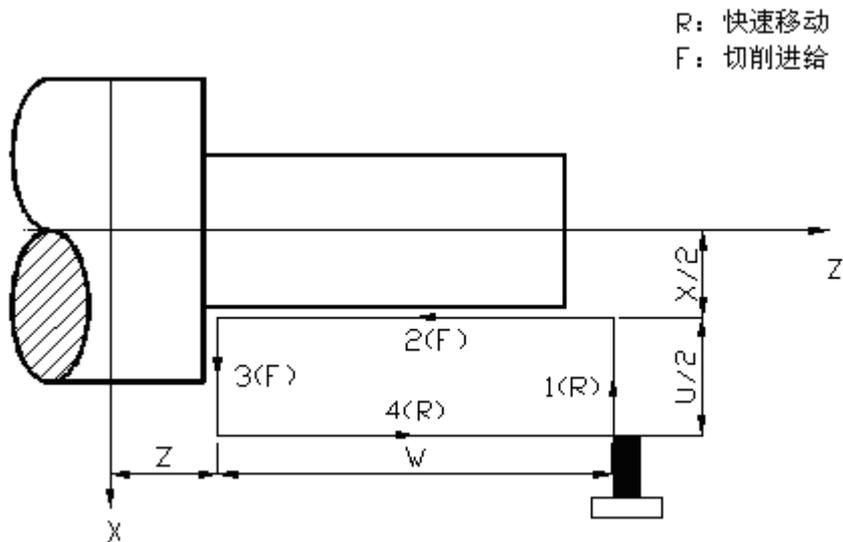
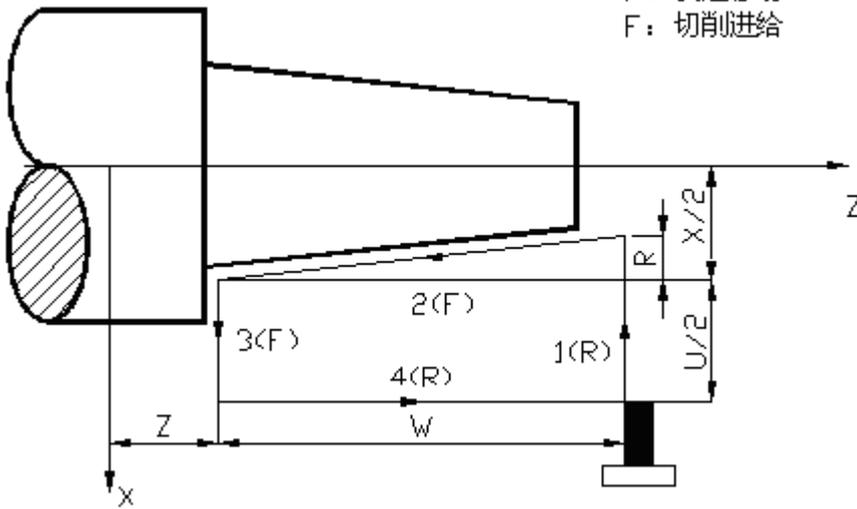

图 3.36
图 3.37
- 2) R: 切削起点与切削终点X轴绝对坐标的差值(半径值), 带方向, 当R与U的符号不一致时, 要求 $|R| \leq |U/2|$; R=0或缺省输入时, 进行圆柱切削, 如图3.36所示, 否则进行圆锥切削, 如图3.37所示; 取值范围及单位见3.1.2节表3-2。
- 3) G90指令中当没有指定新的X (U), Z (W), R时, 前面指令的数据均有效;
- 4) G90指令中对于X (U), Z (W), R的数据, 当指令了G04以外的非模态G指令或G00、G01、G02、G03、G32时, X(U)、Z(W)、R的指定值被清除;